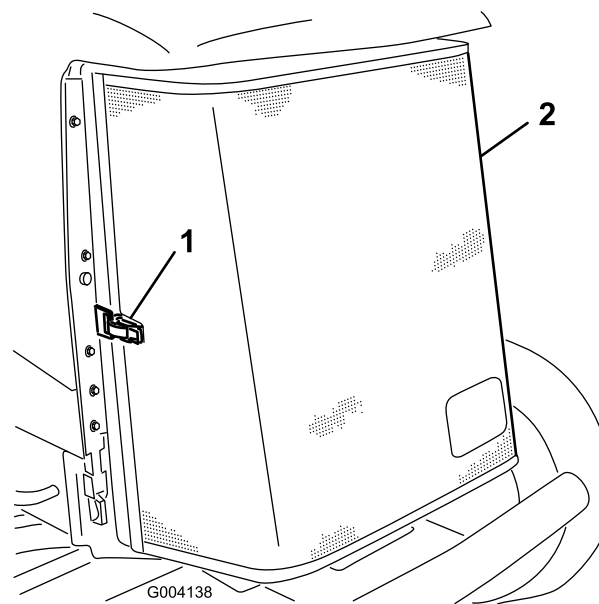

Bild 60
3. Entriegeln Sie den Riegel und drehen Sie das hintere Gitter auf (Bild 60).